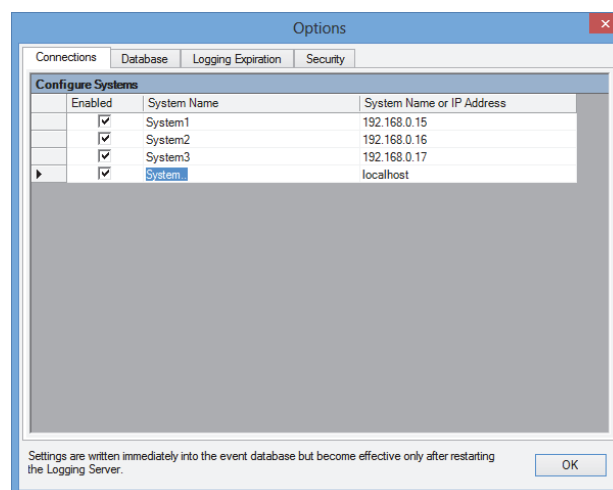

figura 58.6: Aggiungere un sistema (1)
- 1 Fare clic nel campo *Enabled* della riga indicata da un asterisco (*). Viene aggiunta una nuova riga alla lista di sistemi (vedere figura 58.6).